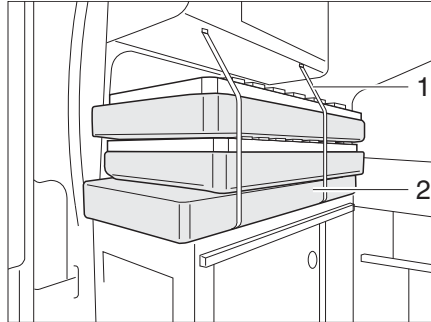

Fig. 45 Smontaggio
- Accatastare i cuscini, i materassi ed i telai portamaterasso (Fig. 45,2).
- Fissare il tutto con la cinghia (Fig. 45,1).